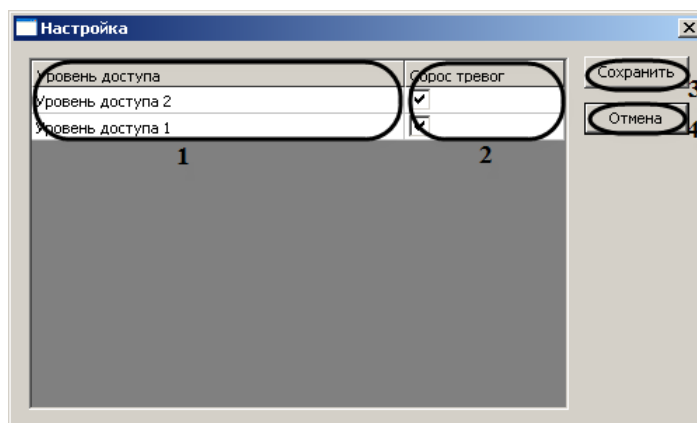

Рис. 3.7—10 Настройка уровней доступа
*Примечание.* В столбце **Уровень доступа** отображаются уровни доступа, созданных в программном комплексе Интеллект (см. Рис. 3.7—10, 1).
3. Для разрешения сброса тревоги в охранной зоне, пользователю с определенным уровнем доступа, необходимо установить флажок в соответствующей ячейке столбца **Сброс тревог** (см. Рис. 3.7—10, 2).